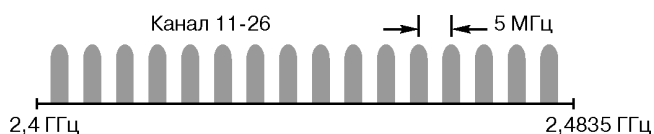

Рис. 1.
- диапазон частот **IMS 2,4 ГГц, разделенный на 16 радиоканалов** (см.рис. 1);